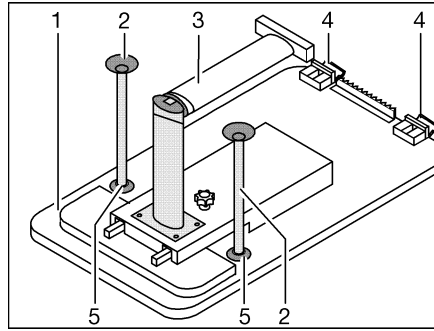

Bild 98 Bettunterbau
- Tischplatte (Bild 98,1) vorn leicht anheben.
- Tischfuß (Bild 98,3) am Gelenk entriegeln und einklappen.
- Tischplatte ca. 45° nach oben schwenken und Halterungen (Bild 98,4) aus der oberen Halteschiene aushängen.
- Je nach Modell die beiden zusätzlichen Stützfüße (Bild 98,2) in die Aufnahmen (Bild 98,5) an der Unterseite der Tischplatte stecken.